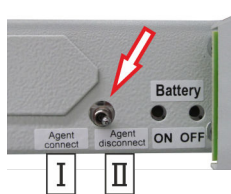

Fig. 14 : Commutateur de blocage
- Avant le transport pour renvoi du système complet, commuter le commutateur de blocage (Fig. 14 /flèche) sur « Agent disconnect [bloqué] » (Fig. 14 / II).